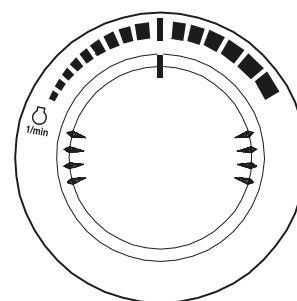

Figura 16
2. Encienda el motor durante aproximadamente cinco minutos configurado en la mitad del rango de velocidad, sin carga (Figura 16).